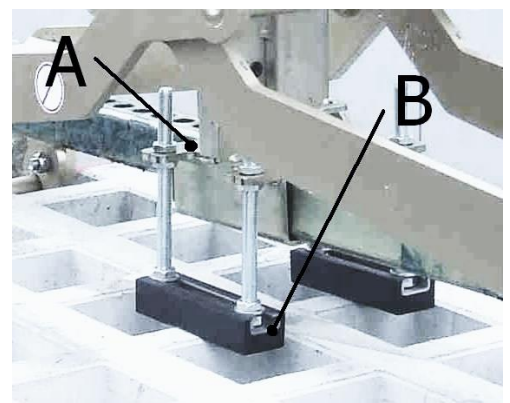

Fig. 1
Quando si utilizza l'apparecchio con elementi posti l'uno sopra l'altra, per la presa di singole lastre in pietra (poste l'una sopra l'altra), suggeriamo di utilizzare l'accessorio "supporto di regolazione dell'altezza"! – vedi Fig. 1
Quindi, l'altezza di presa deve essere regolata nuovamente per il sollevamento di elementi delle stesse dimensioni (vedi Fig 1).
- Il "supporto di regolazione dell'altezza (B)" è attaccato al "piastra di montaggio del supporto (A) di regolazione dell'altezza" → vedi Fig. 1
- Regolare il "supporto di regolazione dell'altezza (B)" con viti di regolazione e verificare che entrambi i "supporti di regolazione dell'altezza (B)" abbiano la stessa altezza e che le barre dei tamponi siano posizionate al centro dello spessore della pietra. → vedi Fig. 1